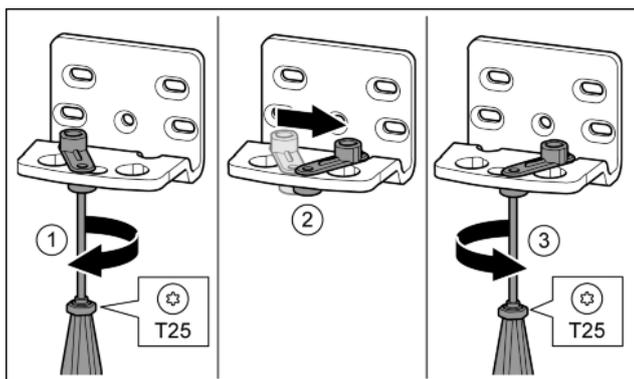

Fig. 16*
- ▶ svitare leggermente la vite con il cacciavite T25.* Fig. 16 (1)
- ▶ Sollevare l'ausilio di chiusura porta e ruotarlo di 90° verso destra nel foro.* Fig. 16 (2)
- ▶ Serrare la vite con il cacciavite T25.* Fig. 16 (3)